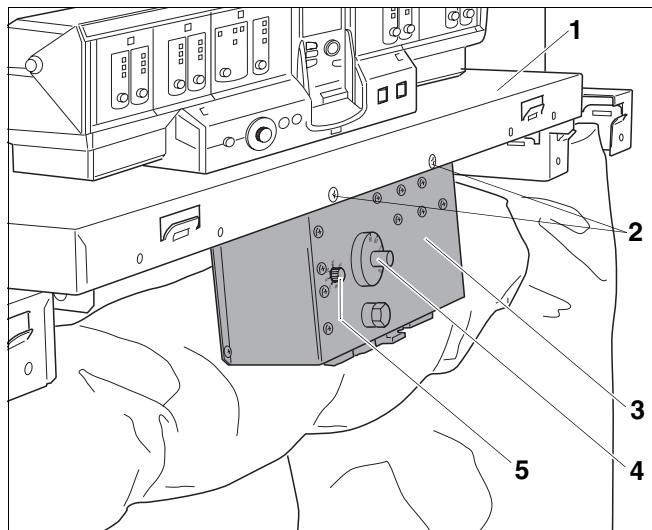

Рис. 63 Дополнительный регулятор HT3101E
- Закрепить дополнительный регулятор (рис. 63, **поз. 3**) спереди на передней крышке котла (рис. 63, **поз. 1**) двумя винтами с плоской головкой 3,9 × 9,5 (рис. 63, **поз. 2**) и зубчатыми шайбами для заземления.
- Установить нужную температуру на регуляторе температуры (рис. 63, **поз. 4**).
- Установить время (рис. 63, **поз. 5**), по истечении которого закрывается кольцевой дроссельный клапан ведомого блока, после чего ведомый блок отключается (ориентировочное значение 30 минут).